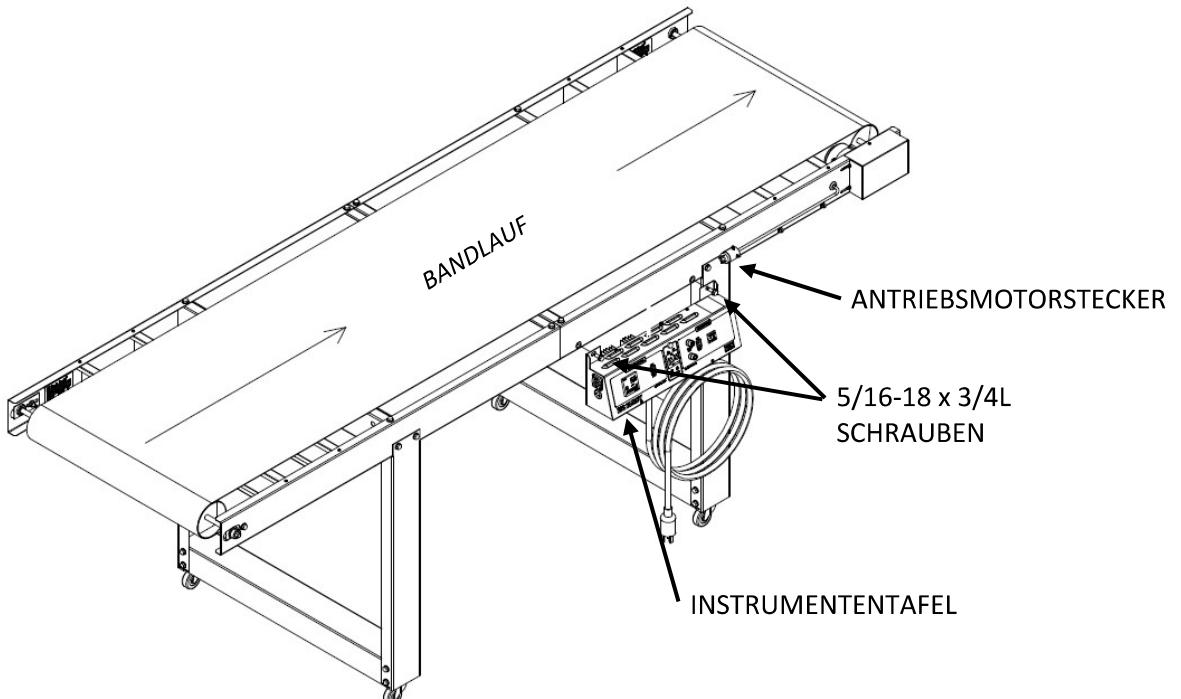

Abbildung 5
1. Verwenden Sie zwei **5/16-18 x 3/4L SCHRAUBEN**, um die **BEDIENKONSOLE** am **FÖRDERER** zu befestigen (siehe Abbildung 5).